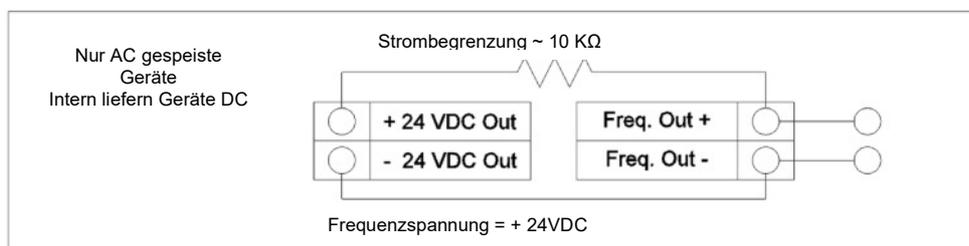

Bild 40 Galvanisch getrennter 4-20 mA Ausgang (intern durch das Messgerät gespeist)
3. Verwendung der internen Hilfsenergie 24VDC (nur bei AC Stromversorgung möglich. (Bild 40))